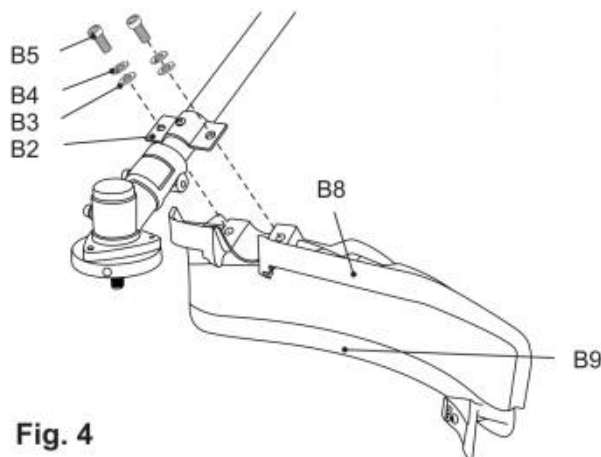

Fig. 4
- 3) Zabezpiecz połączenie śrubami (B5) , podkładkami sprężystymi (B4) i podkładkami (B3) przy użyciu narzędzia (E4). (Rys.4).